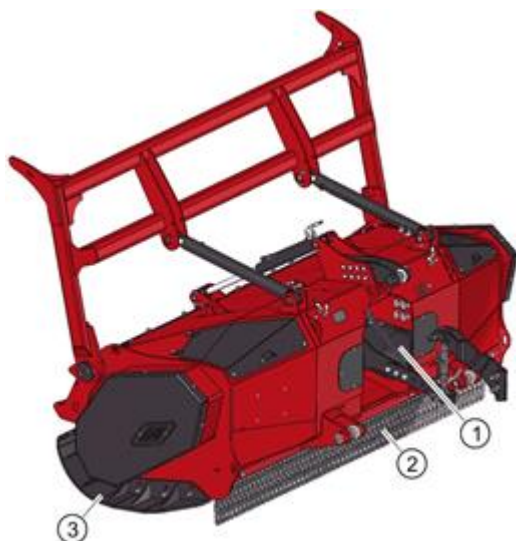

Рис. 10. Мульчирующая фреза (обратная сторона)
Кожух (1) (Рис. 10), который закрывает хвостовик вала конической передачи, выполнен так, чтобы он перекрывал защитную трубу приводного карданного вала в смонтированном состоянии и полностью закрывал все вращающиеся части привода.